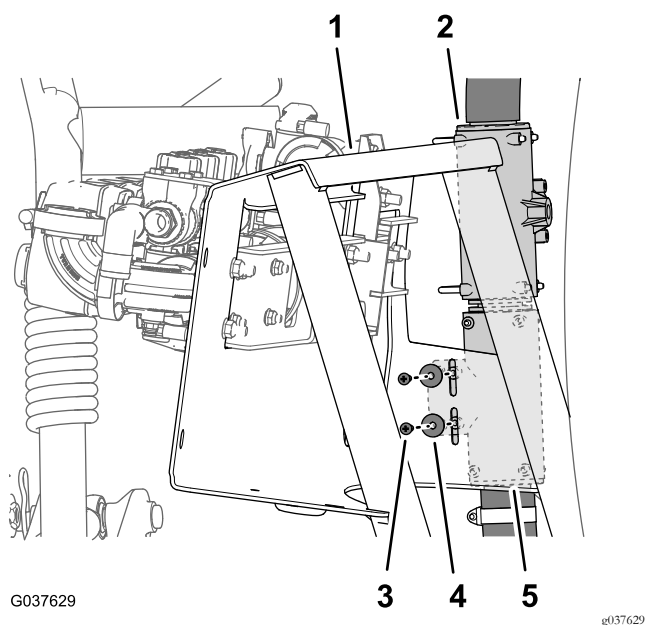

Рисунок 51
4. Совместите отверстия в нижнем тройнике с пазами в креплении клапана (Рисунок 51).